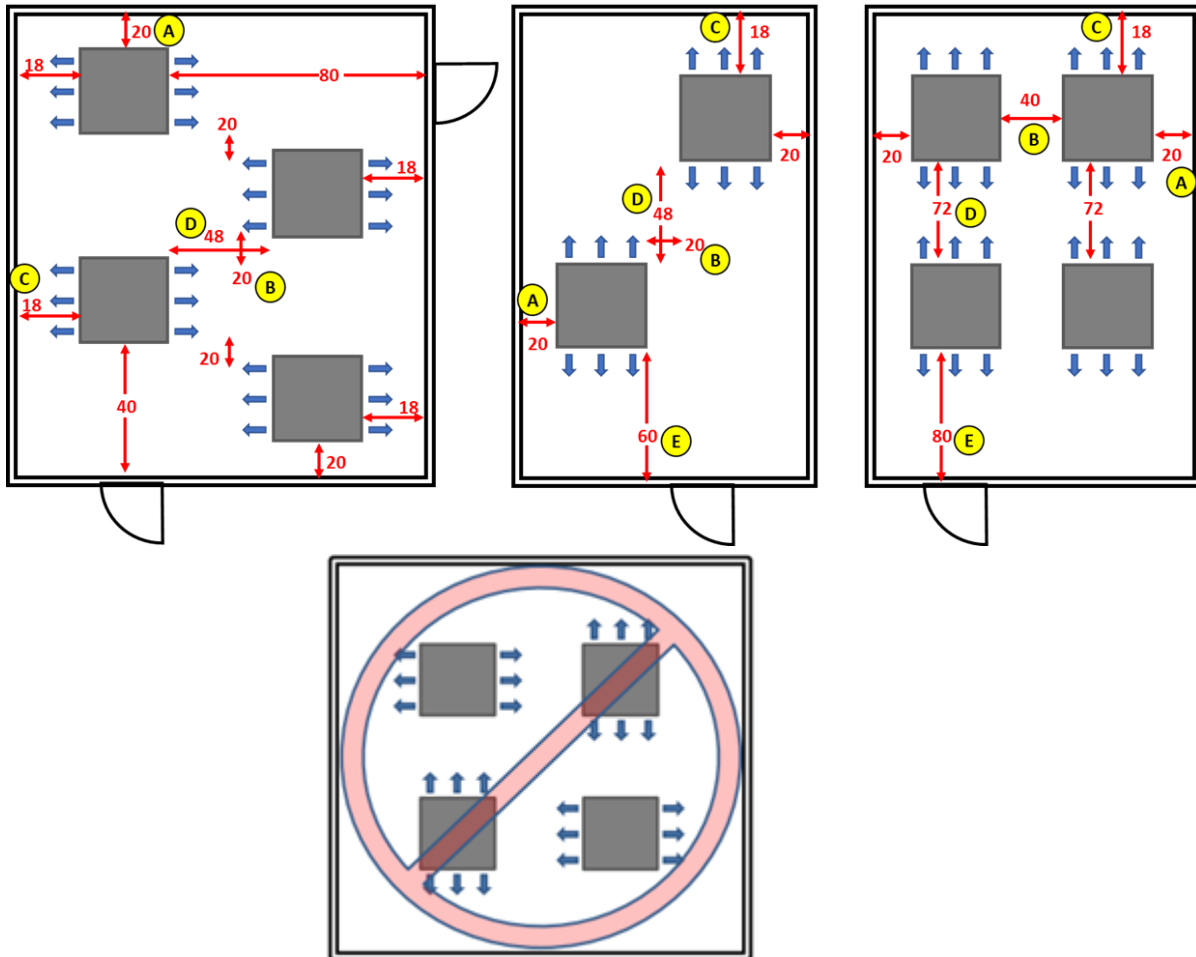

Figura 2 – Vista del flujo de aire en el techo - lado frío - Distancias mínimas para la instalación
- La distancia estándar entre el lateral de la unidad evaporadora y las paredes de la cámara o los productos almacenados es de 20 pulg. Vea "A" en la Figura 2.
- La distancia estándar entre el lateral de la unidad evaporadora y el lateral de la unidad evaporadora cercana es de 20 pulg. si se disponen de forma alternada o de 40 pulg. si están alineadas. Vea "B" en la Figura 2.
- La distancia mínima entre el lado de salida de aire del evaporador y la pared de la cámara o los productos almacenados es de 18 pulg. Vea "C" en la Figura 2).
- La distancia mínima entre dos unidades, cuando el lado de salida de aire de un evaporador está alineado con el del otro es de 72 pulg., si las dos unidades están dispuestas de forma alternada esa distancia mínima es de 48 pulg. Vea "D" en la Figura 2.
- La distancia mínima entre las salidas de aire del evaporador si sopla directamente hacia la puerta es de 80 pulg. Si no sopla directamente, es de 60 pulg. Vea "E" en la Figura 2.
- Consulte en la Figura 2 las distancias mínimas recomendadas para las instalaciones dispuestas de forma alternada y alineadas.
- No gire las unidades. La salida de aire caliente de una unidad soplará hacia el lado de entrada de aire de la otra unidad (igual que en la Figura 2 de arriba).